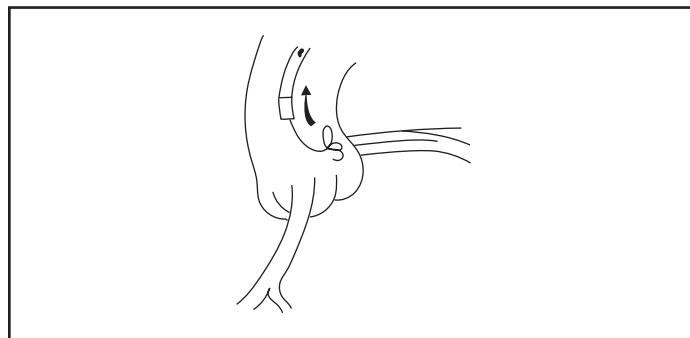

Figura 2.
**Passo 1.** Puxe ligeiramente o cateter-guia para trás até que o cateter saia do óstio (consulte a Figura 2).